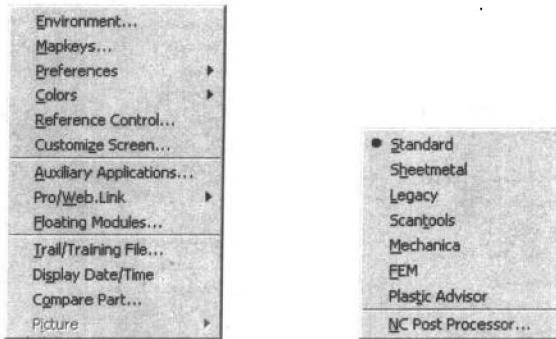

图 1-7 应用程序下拉菜单 图 1-8 应用组件的下拉菜单
(4) **Utilities** 应用程序下拉菜单如图 1-7 所示。